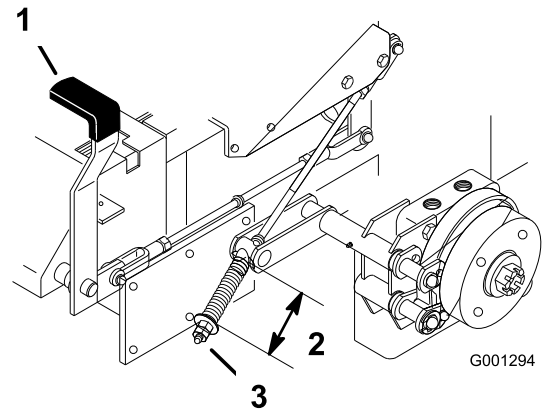

Figure 54
2. Mesurez la longueur du ressort. Les rondelles doivent être espacées de 64 mm (Figure 54).
3. Si un réglage est requis, desserrez le frein de stationnement, desserrez l'écrou de blocage situé sous le ressort et réglez l'écrou directement au-dessous du ressort (Figure 54). Modifiez le serrage de l'écrou jusqu'à ce que le ressort ait la longueur voulue. Tournez l'écrou dans le sens horaire pour raccourcir le ressort et dans le sens anti-horaire pour l'allonger.